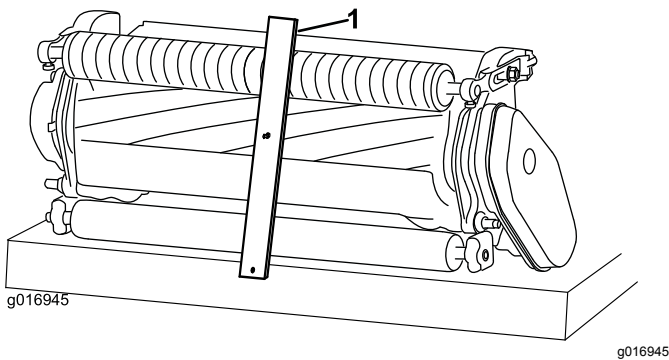

Bild 11
3. Haken Sie den Schraubenkopf an die Schnittkante des Untermessers ein, und stützen Sie das hintere Ende der Leiste auf der Heckrolle ab (Bild 11).